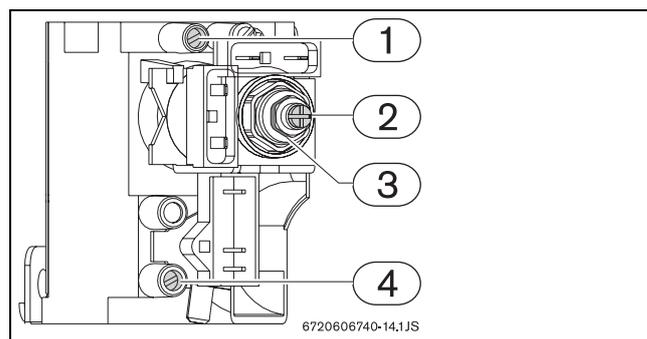

Fig. 5 Punti di controllo/regolazione gas
- ▶ Con una chiave di misura corrispondente, ruotare il dado (→Fig. 5, pos. 3).
- ▶ Tenere fermo il dado (→Fig. 5, pos. 3) con una chiave di misura corrispondente.
- ▶ Con un cacciavite **non magnetico** ruotare la vite (→Fig. 5, pos. 2).